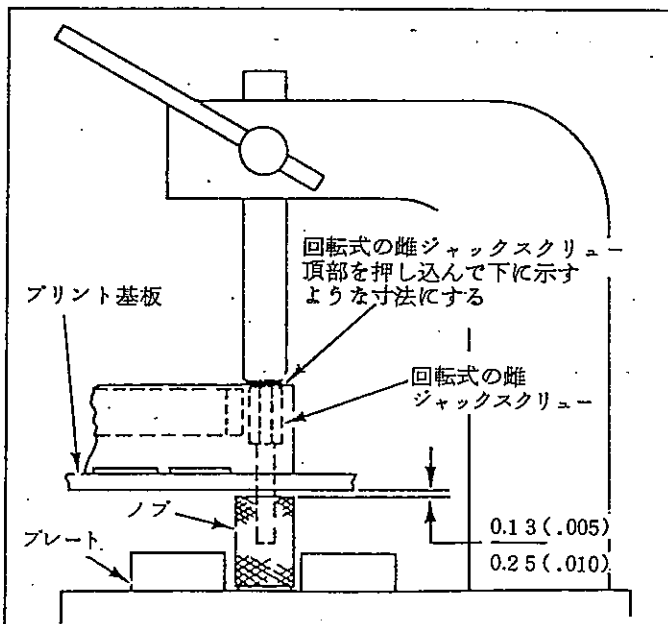

Fig. 4
6. 次にFig. 4に示すように、雌ジャックスクリー突起軸部にノブをつけます。ジャックスクリー組立てに際してノブを位置決めするには直径 6.73mm (.265 in) の穴があいた板を使用すると便利です。アンカー工具を使用してジャックスクリーをノブ内に収めます